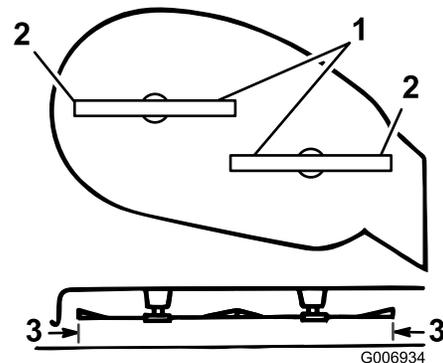

Bild 36
- Drehen Sie die Schnittmesser vorsichtig von einer Seite zur anderen (Bild 36).
6. Messen Sie den Abstand zwischen den äußeren Schnittkanten und der ebenen Oberfläche (Bild 36). Wenn beide Messwerte nicht innerhalb von 5 mm liegen, ist eine Einstellung erforderlich; fahren Sie mit diesen Schritten fort.